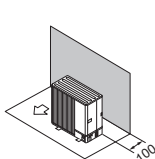

Fig. 2-9
- (1) Obstrução ou superfície fechada apenas na parte de trás (Fig. 2-9)